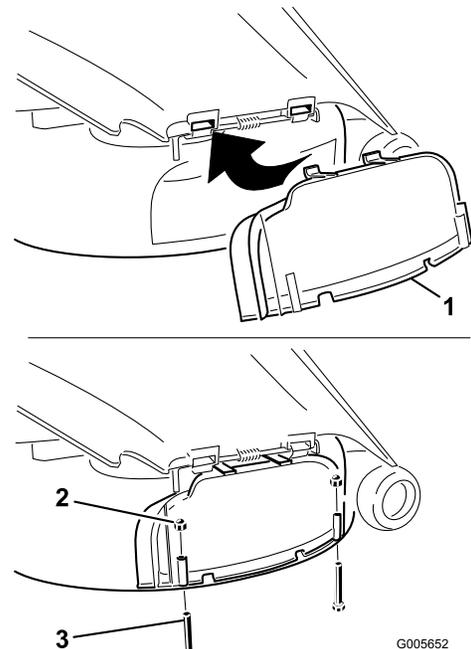

Bild 18
3. Heben Sie das Ablenklech an und schieben die Zungen oben an der Auswurfkanalabdeckung unter die Haltestange des Ablenklechs. Drehen Sie die Abdeckung des Auswurfkanals nach unten über die Öffnung und auf die untere Lippe des Mähwerks (Bild 18).
Kopfmuttern (1/4 Zoll) an der unteren Lippe des Mähwerks, siehe Bild 18.